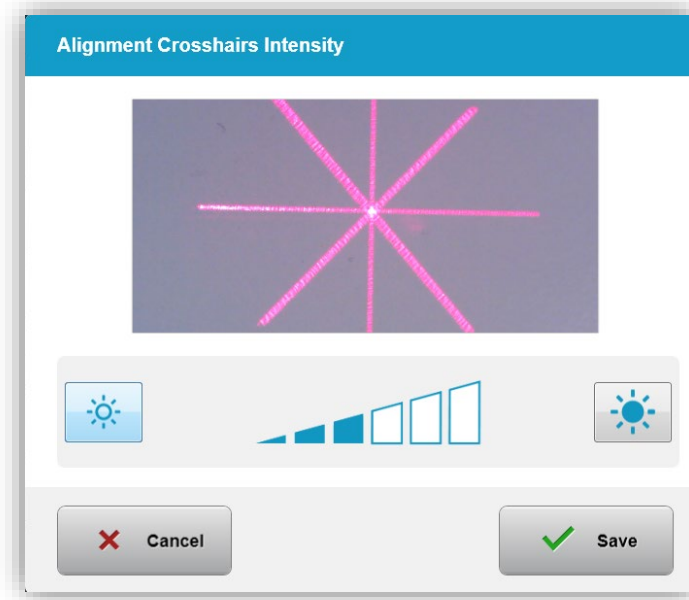

Figura 3-54. Intensidad de retícula de alineación
- Seleccione “Intensidad de la retícula de alineación” (Alignment Crosshairs Intensity) en el menú Configuración del sistema (System Settings) para modificar el brillo de la retícula de alineación. Aparecerá la pantalla mostrada en la figura 3-54.